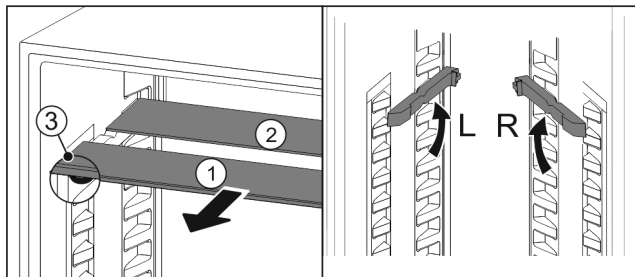

Fig. 123
- Skleněné desky jednotlivě vytáhněte dopředu Fig. 123 (1).
- Skleněná deska Fig. 123 (1) s ozdobnou lištou leží vpředu.
- Zarážky Fig. 123 (3) směřují dolů.